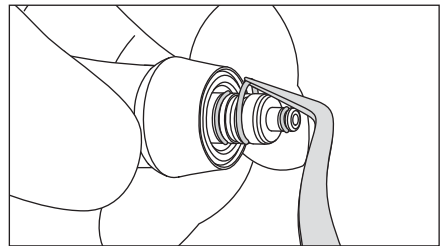

Abb. 18
- \*Entfernen Sie die O-Ringe und reinigen Sie diese und die Rillen sorgfältig, wenn im Bereich der O-Ringe Pulver haftet. (Abb. 18)